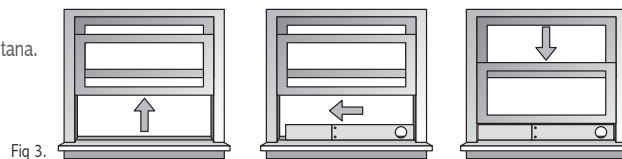

Fig 3.
1. Alinee los orificios para tornillos del Accesorio para Manguera (2) con el frente del Juego Corredizo para Ventana.
2. Usando los 4 tornillos provistos, adjunte el Accesorio Para Manguera (2) al Juego Corredizo para Ventana (1).
C. Instalar el Juego Corredizo para ventana: Fig. 3
1. Abra la ventana y ponga el Juego Corredizo para Ventana (1) dentro de la orilla de la ventana.
2. Ajuste el Juego Corredizo (1) ajustándolo de acuerdo al ancho de la ventana.
4. Ajuste los dos tornillos para asegurar el Juego Corredizo (1) en su lugar.